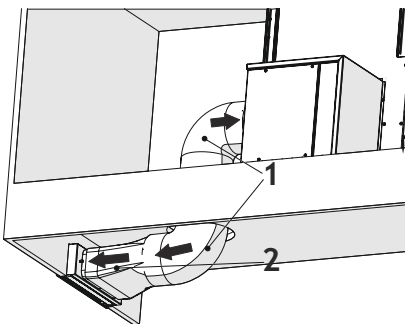

Fig. 23
13. ► Placera platt/rundadaptern på baksidan av kolfilterkabinettet (Fig. 23). Anslut utsugskanalen från motorn till kolfilterkabinettet (Fig. 23).